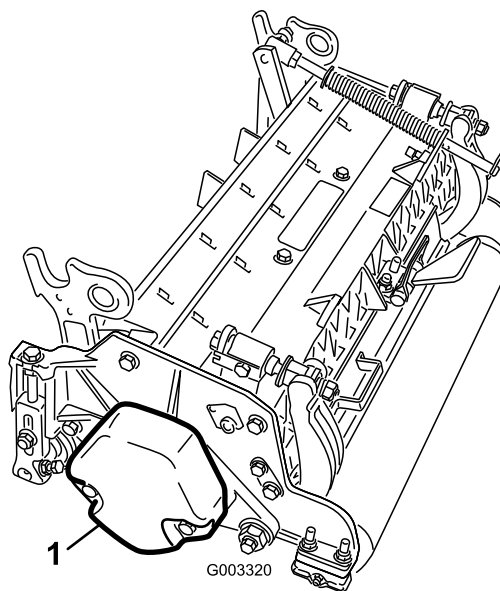

Figura 4
4. Certifique-se de que o contrapeso (Figura 4) está instalado na extremidade adequada da